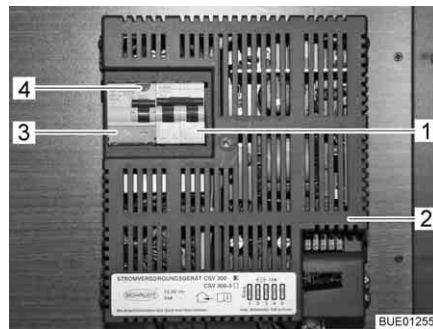

Fig. 126 Fusible automático de 230 V en interruptor FI (CSV 300)
Un interruptor de corriente de defecto (interruptor FI) (Fig. 126,3) en el equipo de alimentación de corriente CSV 300 (Fig. 126,2) asegura el vehículo completo contra corriente de defecto (0,03 A).
Un interruptor de protección de línea de dos polos (Fig. 126,1) postconectado en el equipo de alimentación de corriente protege la red de a bordo de 230 V.
- Si el vehículo está conectado a la alimentación de 230 V, pulsar la tecla de prueba (Fig. 126,4). Se debe activar el interruptor de corriente de defecto (interruptor FI).